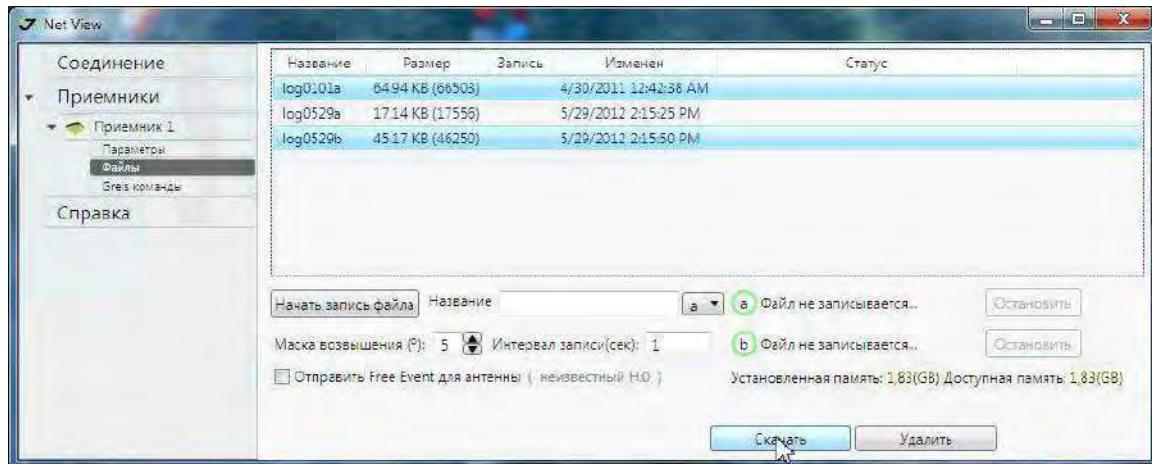

Рисунок 2. Выгрузка файлов
4. Выберите папку, в которую будет выполняться сохранение (Рис. 2 на стр. 60) и нажмите *OK*.